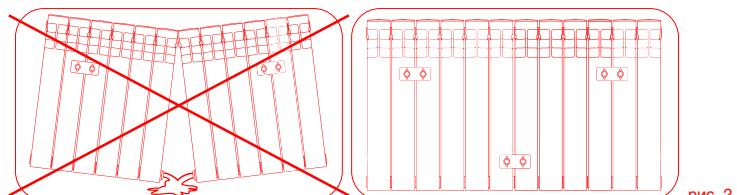

рис. 2
**3. Монтаж радиаторов на стену (рис. 2)**